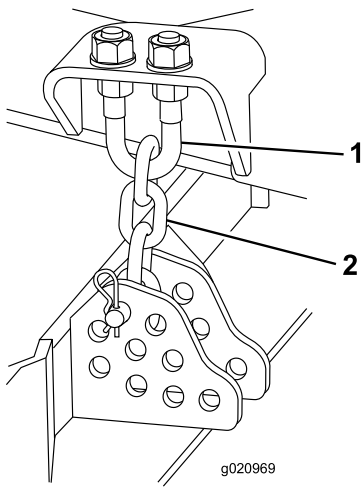

Bild 122
1. Lockern Sie die Klemmmuttern an der Ober- oder Unterseite des U-Bügels an der Schnitthöhenkette (Bild 122).